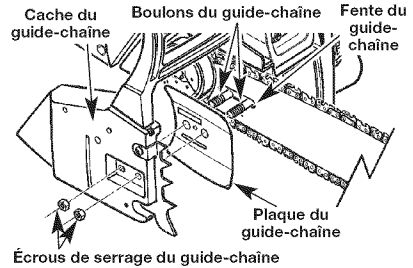

Fig. 31
2. Desserrez légèrement les écrous de serrage du guide (Fig. 31).
2. Retirez les écrous de serrage du guide à l'aide de l'outil multifonctions fourni. Retirez le cache et la plaque du guide-chaîne en tirant fort dessus (Fig. 31).
5. Ajustez le guide-chaîne au ras de la surface de montage de sorte que les deux boulons du guide s'insèrent dans la fente correspondante (Fig. 31).